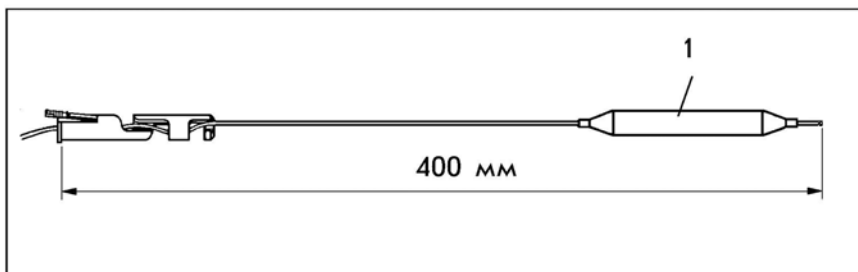

Рис.19
- При срабатывании предохранительного ограничения температуры необходимо заменить регулятор температуры. Затем с помощью кнопки возврата вернуть предохранительный ограничитель температуры в рабочее состояние. Следует соблюсти глубину погружения щупа регулятора температуры (см.рис.19).